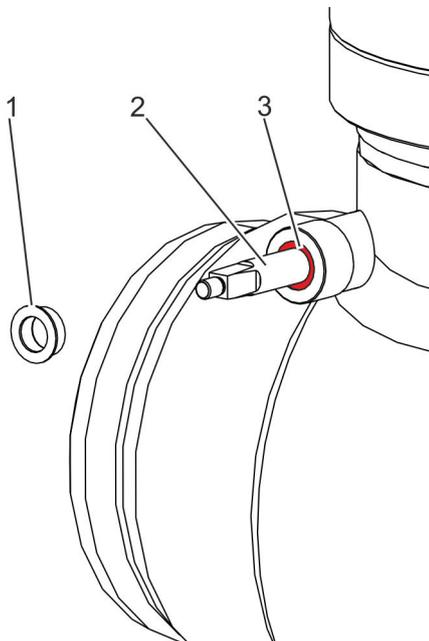

Abb. 43: Stopfbuchspackung entfernen
Stopfbuchring (Abb. 43/1) von der Klappenwelle (Abb. 43/2) abziehen.
Stopfbuchspackung (Abb. 43/3) mit Packungszieher entfernen.
Neue Stopfbuchspackung (Abb. 43/3) auf die Klappenwelle (Abb. 43/2) aufstecken.
- 18.** Stopfbuchtring (Abb. 43/1) auf die Klappenwelle (Abb. 43/2) aufstecken.